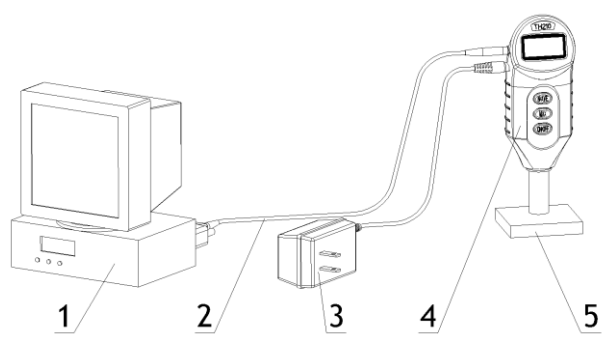

Рисунок 9
Обмен данными между прибором и компьютером может осуществляться посредством кабеля связи RS-232. Вместо батареек в качестве источника питания может использоваться 4.5V AC-DC адаптер (См. Рисунок 9).
Прибор может осуществлять обмен данных с компьютером со скоростью в 9600 бит. Данные передаются в виде текстового файла, который может быть получен любым программным обеспечением, отвечающим за передачу данных (например, программы получения данных операционной системы WINDOWS). Для соединения прибора с компьютером требуется кабель связи RS-232 (См. Рисунок 9). Сигнал передается на компьютер в момент получения значения, при использовании программных средств операционной системы WINDOWS:
6.4.1 Соедините разъем кабеля связи RS-232 с последовательным разъемом компьютера. Другой конец кабеля вставьте в разъем передачи данных прибора (последовательный интерфейс) (См. Рисунок 9). Включите прибор.